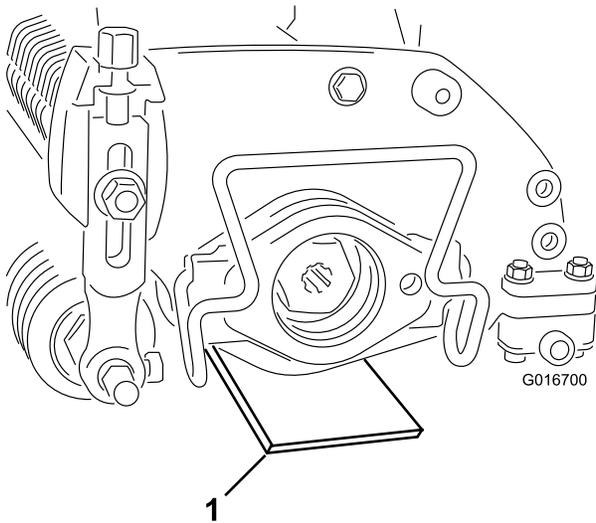

图 3
2. 在切根滚刀组的两端各放置一把所需厚度的调刀尺 **图 3**。